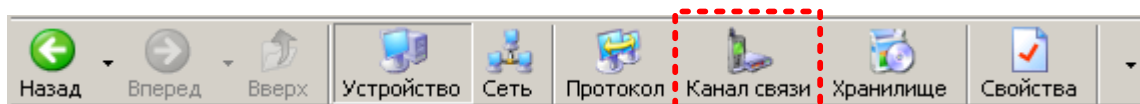
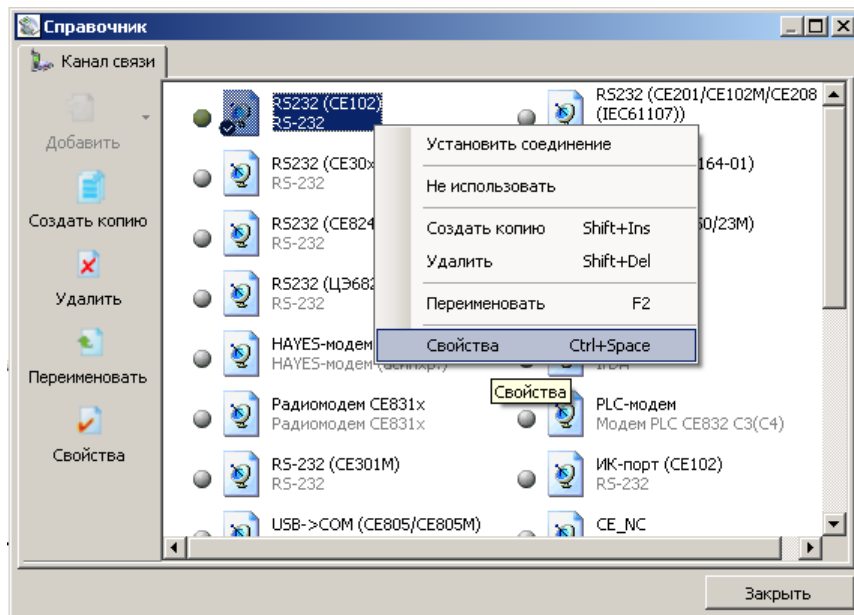

Рисунок 21 – Кнопка «Канал связи» на панели инструментов
Рисунок 22 – Окно справочника канала связи
5.2.2 Нажать на панели инструментов кнопку «Канал связи» (или через меню «Справочник → Канал связи» (см. Рисунок 21)). В результате откроется окно «Справочник», которое показано см.Рисунок 22.